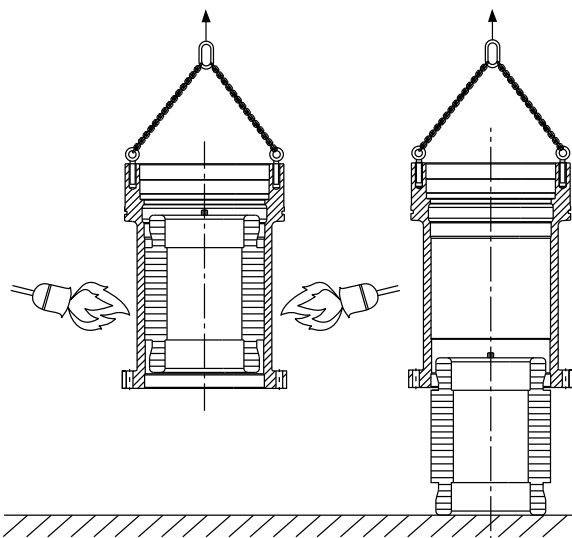

Рис. 18 Демонтаж статора
2. Прогреть корпус статора (55) одновременно 2 или 3 газовыми горелками, начиная с нижней кромки. См. рис. 18.